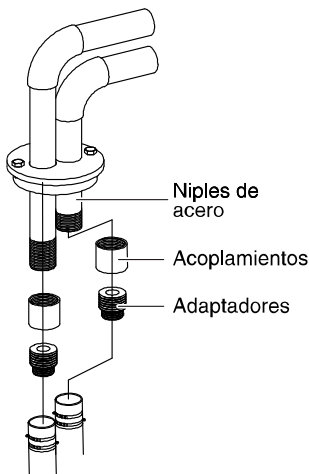

Figura 9
4. Use manguitos y adaptadores de tubería para conectar las enterroscas a la tubería de plástico en el pozo (consulte la Figura 9). Para evitar fugas, cubra con cinta de Teflón todas las uniones roscadas.